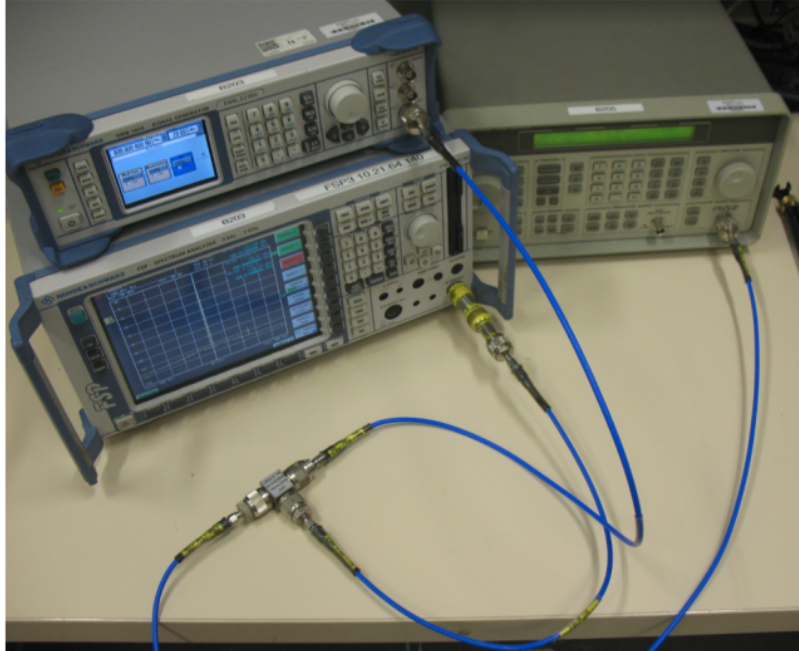

Figure 5: Effet du RBW
Dans cette partie, nous allons observer l'effet du filtre de résolution (RBW) lorsque l'on mesure deux signaux de fréquences différentes mais d'amplitudes identiques. La Figure 5 permet de réaliser cette étude.
1. Réaliser le montage de la Figure 5. Régler le premier générateur pour voir une fréquence de 800 MHz avec une amplitude de -20 dBm. Le second générateur est réglé pour un signal à une fréquence de 801 MHz avec une amplitude de -20 dBm.
En utilisant le montage de la Figure 5, régler le synthétiseur SMB100A sur -20 dBm avec une fréquence de 800 MHz et le synthétiseur HP8648A sur -70 dBm pour une fréquence de 800,075 MHz.